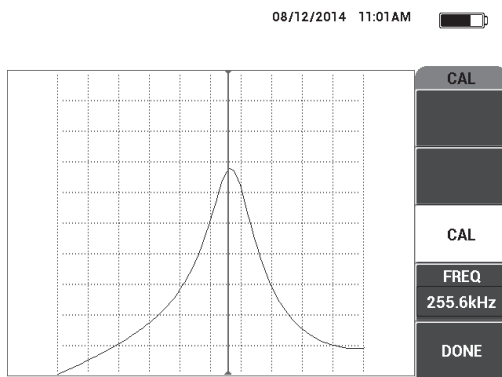

Figura 6-47 La schermata CAL
6. Premere **COMPLETATO** (tasto E) [vedere Figura 6-47 a pagina 172].